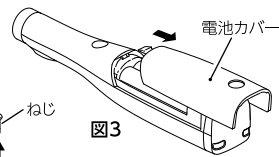

図3
- 3) 電池カバーを、後方にスライドして外してください。(図3)